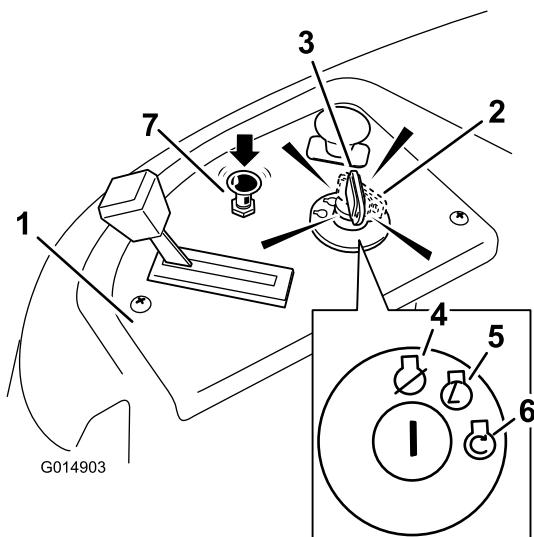

Figure 14
4. Tournez la clé de contact en position de démarrage pour activer le démarreur. Relâchez la clé quand le moteur démarre (Figure 14).
- Lorsque le moteur démarre, appuyez sur la commande de starter (Figure 14). Si le moteur cale ou hésite, tirez la commande de starter et faites tourner le moteur quelques secondes. Ensuite repoussez la commande du starter. Répétez l'opération si nécessaire.
3. Tournez la clé de contact en position Contact coupé (Figure 14) et enlevez la clé du commutateur d'allumage.